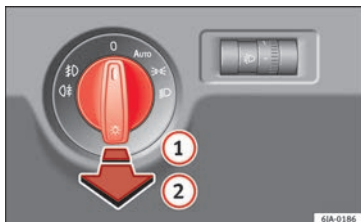

Fig. 132 Cuadro de instrumentos: mando de luces.
- Primero, gire el mando de las luces » **fig. 132** hasta la posición **AUTO**, ☞ o ☞.
- Primero, gire el mando de las luces » **fig. 132** » **pág. 128** hasta la posición **AUTO**, ☞ o ☞.